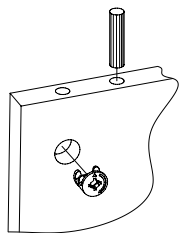

Рис.1
1. Вставить головки минификсов в соответствующие плоскостные отверстия дна 1 (Рис.1).